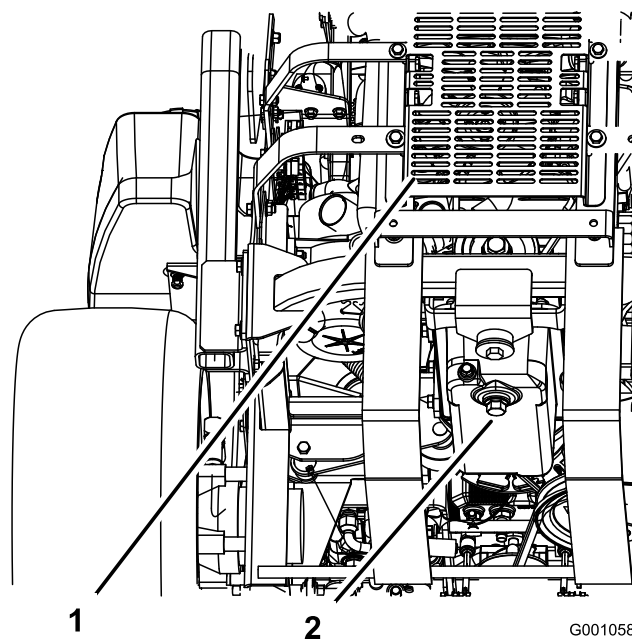

Figure 39
5. Placez un bac de vidange sous l'orifice de vidange. Retirez le bouchon de vidange et laissez s'écouler toute l'huile (Figure 39).